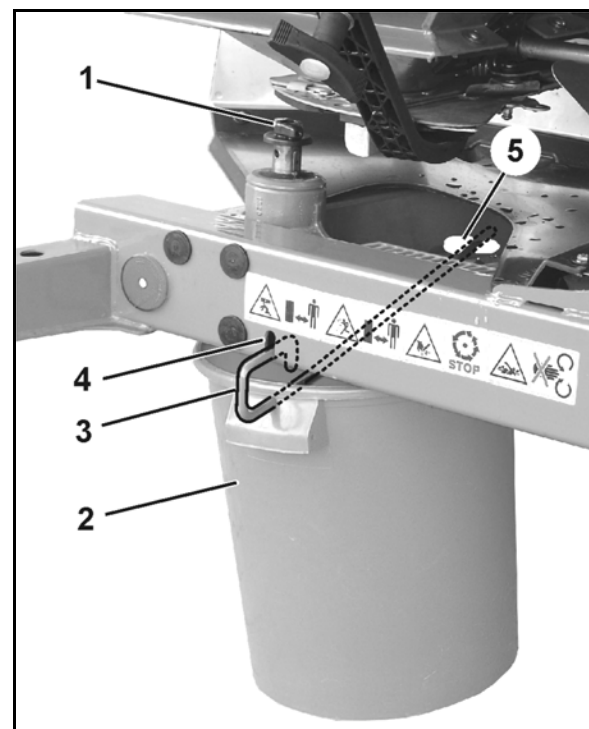

図 40
- 2.1 散布ディスク固定用の蝶ねじ (図 40/1) を回して外し、ギアシャフトから散布ディスクを引き抜きます。
3. 収容容器 (図 40/2) はハンガー (図 40/3) により、フレームの収容部 (図 40/4 と 図 40/5) に掛けます。